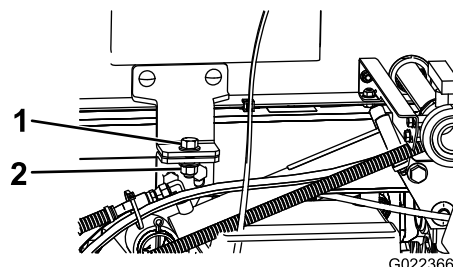

Figura 77
4. Retire los pernos de seguridad de la parte delantera del patín (Figura 77).